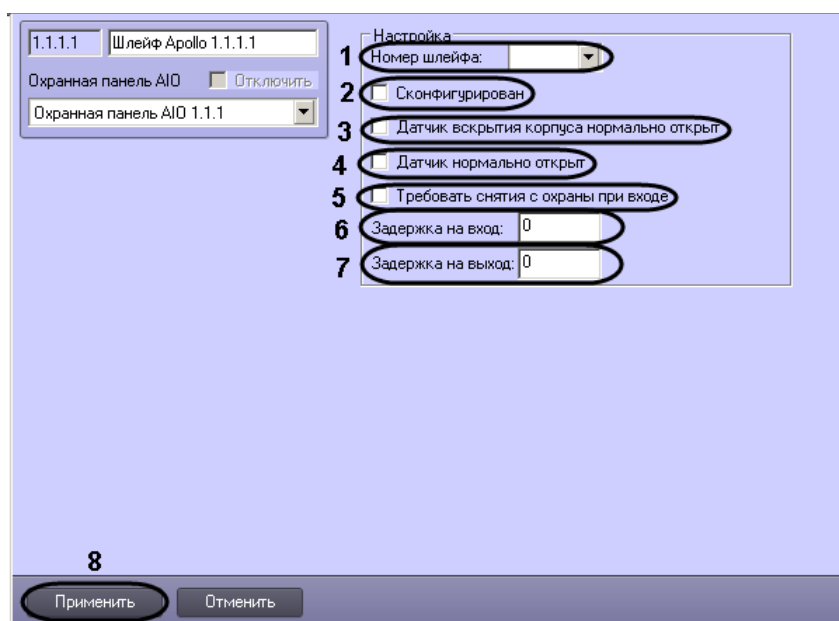

Рис. 3.5–4 Панель настроек объекта Шлейф
2. Из раскрывающегося списка **Номер шлейфа:** выбрать порядковый номер шлейфа (см. Рис. 3.5–4, 1).
3. Установить флажок **Сконфигурирован**, если шлейф находится в рабочем состоянии (см. Рис. 3.5–4, 2).